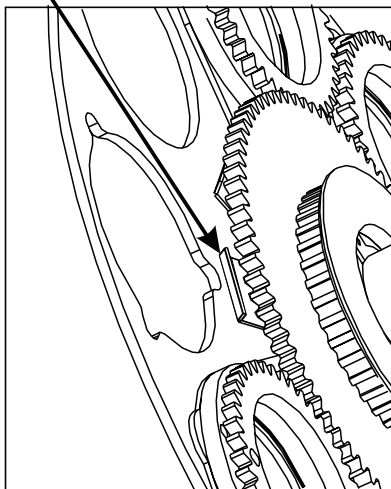

Fig.10
5. Togliere l'anello di sicurezza (fig.10) sul gobo con un utensile adatto e prelevare il gobo.